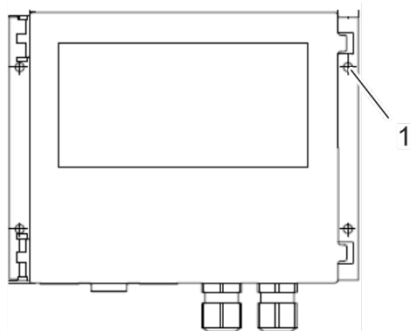

Figura 81: Agujeros de la unidad de control del dispositivo de limpieza del rotor
2. Fije el accionamiento a la carcasa del rotor con menos 3 agujeros (Figura 81/1) y tornillos autorroscantes.